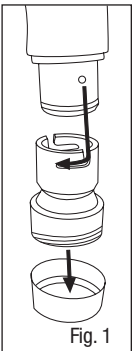

Fig. 1
– Pour raccorder un tuyau de respiration de série BT à l'adaptateur V-199, placer le tuyau de respiration de manière à ce que les deux goujons soient alignés avec les ouvertures des deux fentes en L de la sortie de l'adaptateur. Insérer tout droit et tourner pour que les goujons s'engagent dans l'extrémité des fentes en L (Fig. 1).